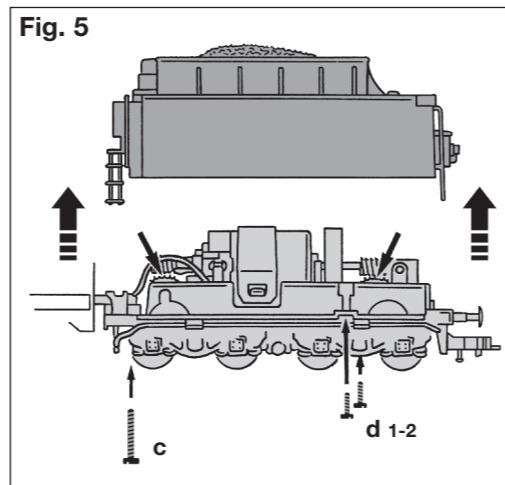
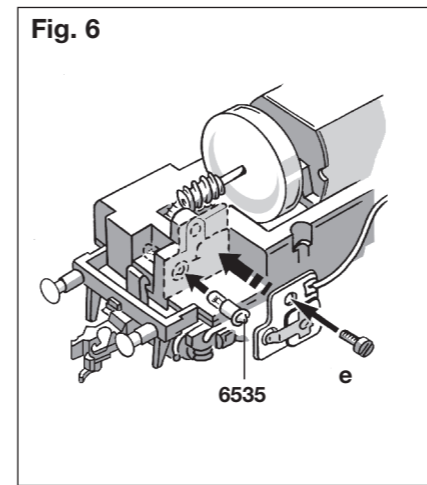

Fig. 5
Fig. 6
**Lampenwechsel:** Ein Öffnen des Tenders ist nur zum Lampenwechsel, zum Ölen des Getriebes und zum Austausch des Motors erforderlich. Schrauben **c** und **d 1-2** lösen und das Tendergehäuse nach oben abheben (Fig. 5).
Platine nach Lösen der Schraube **e** abnehmen und Glühlampe austauschen (Fig. 6).
**Changing Bulbs (tender):** Opening the tender is only necessary to change bulbs, oil the gear train and to change the motor. Undo screws **c** and **d 1-2**, and lift up the tender body (Fig. 5). After undoing screw **e**, remove the contact plate and change the bulb (Fig. 6). **Spare bulb: 6535**
**Remplacement de lampes (tender) :** Une **ouverture** du tender est indispensable pour remplacer les lampes, lubrifier le mécanisme et remplacer le moteur. Enlever les vis **c** et **d 1-2** et retirer la carrosserie en la soulevant (Fig. 5). Démontez la platine enlevant les vis **e** et remplacez les lampes (Fig. 6). **Lampes de remplacement : 6535**
**Het vervangen van de lampjes (tender):** Het openen van de tender is alleen voor het vervangen van het lampje, van de motor en het smeren van de aandrijving noodzakelijk. Schroeven **c** en **d 1-2** loosdraaien en het tenderhuis naar boven losnemen (Fig. 5). Schroef **e** van het printplaatje loosdraaien en het gloeilampje vervangen (Fig. 6).
**Udskiftning af pærer (tenderen):** Tenderen bør kun åbnes for udskiftning af pærer, smøring af drevet og udskiftning afa motoren. Skruerne **c** og **d 1/2** løsnes og tenderhuset løftes ovenud (Fig. 5). Skru e løsnes og pladen fjernes og pæren udskiftes (Fig. 6).
**Sostituzione della lampadine (tender):** L'apertura del tender va effettuata solo per la sostituzione delle lampadine, per lubrificare gli ingranaggi o per la sostituzione del motore. Rimuovere le viti **c**, **d 1-2**, sollevare verso l'alto il mantello del tender (Fig. 5). Togliere la piaattina, svitare la vite **e** e sostituire la lampadina (Fig. 6).